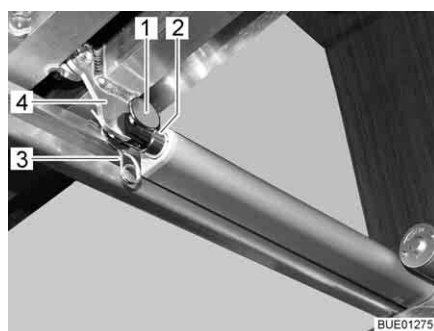

Fig. 133 Entraînement
- Désolidariser la jonction (par ex. la broche et la goupille ressort (Fig. 133,1 et 3)) entre la tige de poussée (Fig. 133,2) et le sommier à lattes (Fig. 133,4).